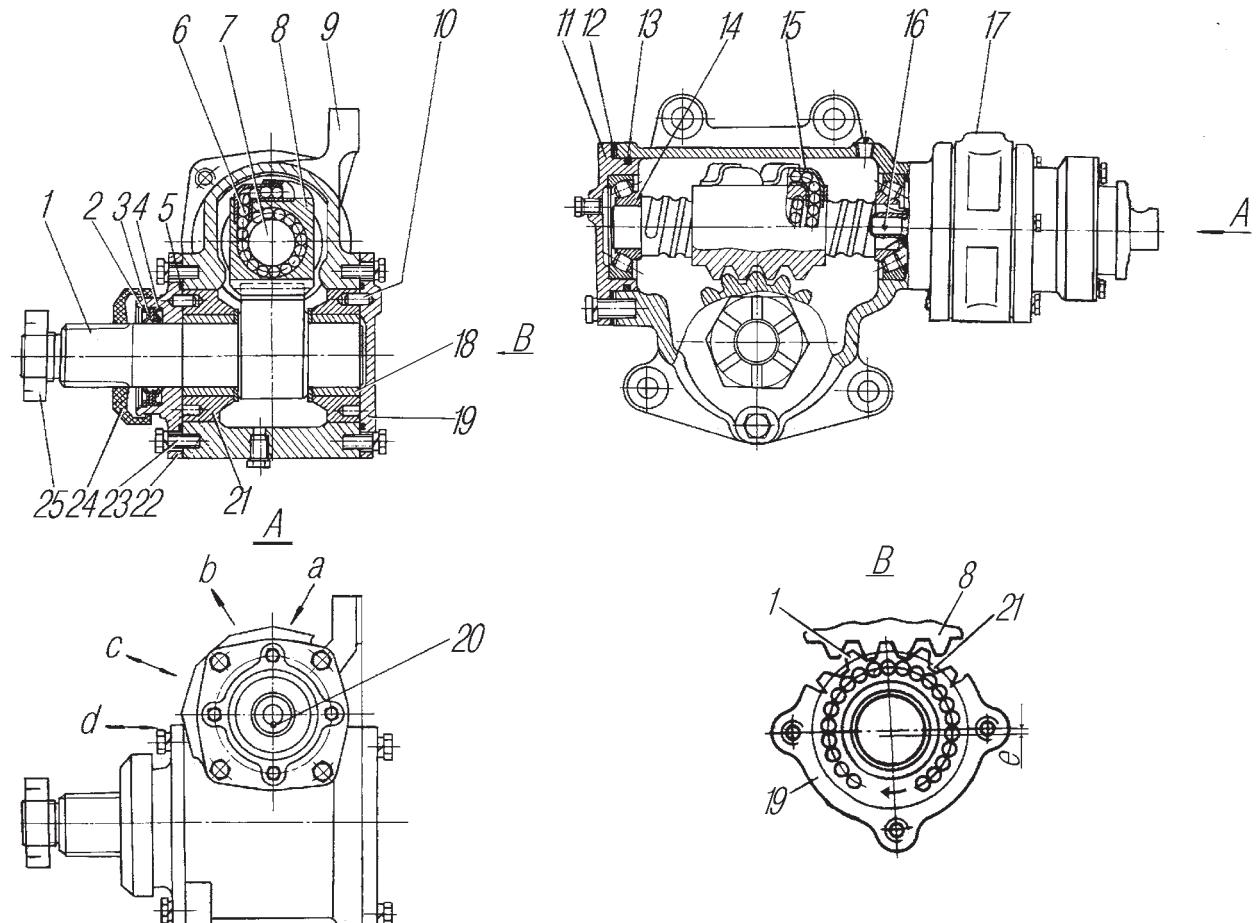
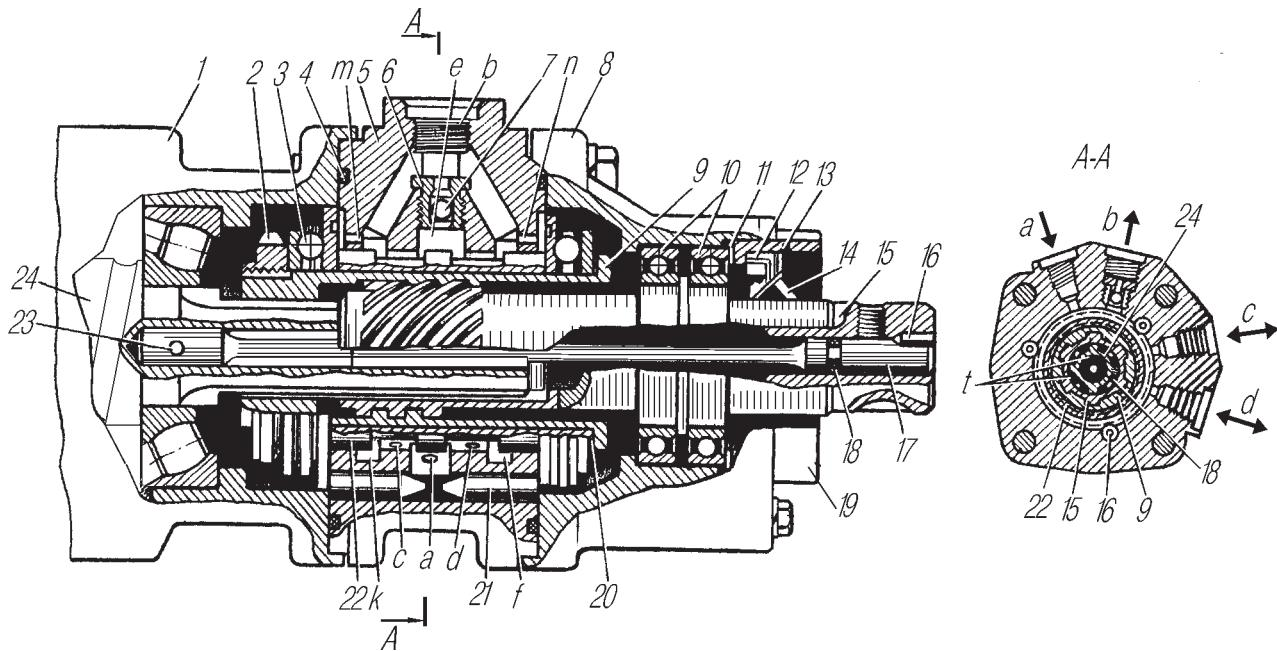

Рис. 59. Механизм рулевой (винт-шариковая гайка-рейка-сектор):
Рис. 60. Распределитель гидроусилителя руля:
**Рулевой механизм с распределителем** (рис. 59) включает в себя винт 7 и шариковую гайку — рейку 8, находящуюся в зацеплении с сектором 1. Полукруглые винтовые канавки на винте и гайке — рейке образуют канал, заполненный при сборке механизма шариками 6 высокой точности.
**Распределитель** (рис. 60) установлен на рулевом механизме.
Рабочая жидкость от насоса поступает к средней канавке «е» (см. рис. 60). Поскольку в этом положении золотника канавки «е», «к» и «f» соединяются между собой, то масло, заполняя их и реактивные камеры, из распределителя через крайние канавки «к» и «f» и отверстие «б» сливается в масляный бак.
Из штоковой полости усилительного механизма жидкость по трубопроводам, через канал «c» (см.рис. 60) распределителя поступает в кольцевую канавку «k» и далее через отверстие «b» сливается в бак.
**В рулевом механизме** (см.рис. 59) регулируйте натяг в подшипниках 14 и зазор в зацеплении гайки-рейки 8 с сектором 1.
1. Перед регулировкой натяга в подшипниках 14 закрепите рулевой механизм в тисках за проушины картера, отсоедините карданный шарнир 28 (см.рис. 57). Вращением вала 15 (см.рис. 60) установите гайку-рейку 8 (см.рис. 59) и сектор 1 в одно из крайних положений. Определите момент, необходимый для проворачивания вала 15 (см.рис. 60) из крайнего положения в среднее (вал проворачивайте на угол примерно  $30^\circ$ ). Если момент меньше 0,9 Н.м (0,1 кгс.м), отрегулируйте натяг в подшипниках 14 (см.рис. 59), уменьшив количество прокладок 12. После регулировки момент, необходимый для проворачивания вала 15 (см.рис. 60), должен быть в пределах 0,9-1,5 Н.м (0,1-0,15 кгс.м).
Покачиванием сошки в обе стороны определите наличие зазора (при наличии зазора слышен стук в зубчатом зацеплении). Наличие зазора определяйте также поворотом вала 15 влево и вправо до начала закрутки торсиона 17 при зафиксированном секторе. Для регулировки зубчатого зацепления снимите сошку, крышки 19 (см.рис. 59) и 22 и поверните вкладыши 21 с подшипниками 18 по часовой стрелке (если смотреть со стороны вала сектора) на одинаковый угол так, чтобы исключить зазор в зубчатом зацеплении. После поворота вкладышей одно из отверстий во вкладышах должно располагаться в плоскости, проходящей через диаметрально расположенные резьбовые отверстия в картере 9 для крепления крышек 19 и 22. Установку крышек производите таким образом, чтобы фиксаторы 10 вошли в отверстия во вкладышах 21 и располагались друг против друга. При незначительном несовпадении фиксаторов и отверстий поверните вкладыши в ту или другую сторону до совпадения фиксаторов и отверстий, обратив внимание на отсутствие зазора в зубчатом зацеплении. Крышки 19 и 22 после регулировки могут быть повернуты на  $90^\circ$ ,  $180^\circ$  и  $270^\circ$  относительно первоначального положения.
После установки крышек момент, необходимый для проворачивания вала 15 (см.рис. 60) в среднем положении, должен быть в пределах 2,7-4,1 Н.м (0,27-0,41 кгс.м).